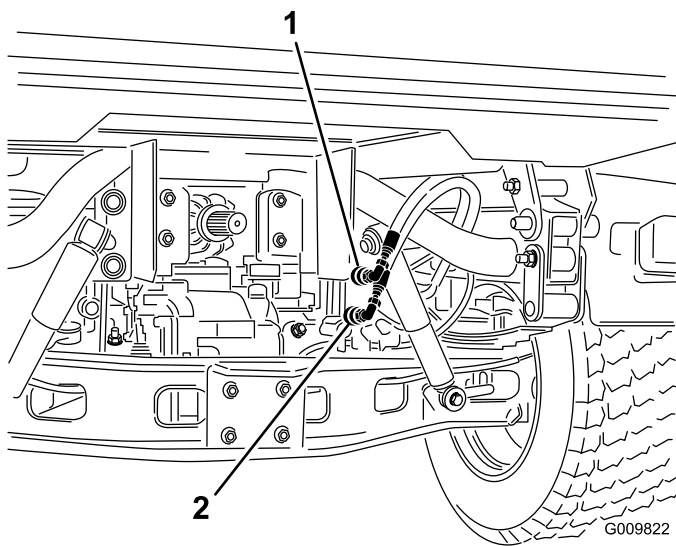

Figura 79
2. Desligue, em ambos os veículos, as duas manguerias de acoplamento rápido das manguerias ligadas ao suporte do acoplamento (Figura 79).